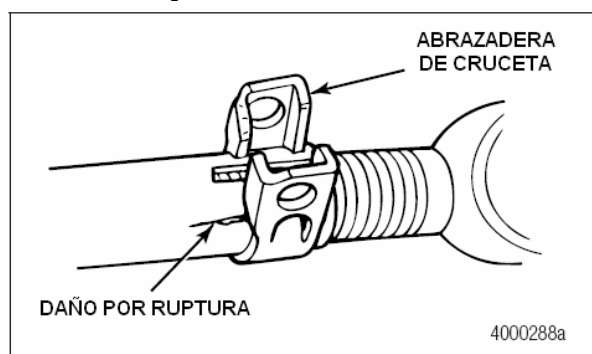

Figura 6.24
11. Inspeccione si hay daño en la cruceta y en las abrazaderas. Figura 6.24